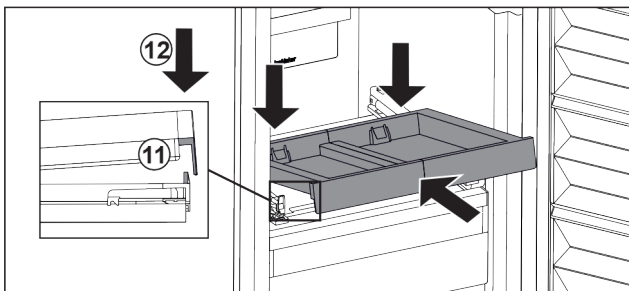

Fig. 103
- ▶ Introducir en posición inclinada. Asegurarse de que a ambos lados, el tope quede detrás de la lengüeta. *Fig. 103 (11)*
- ▶ Depositar el estante extraíble por delante. *Fig. 103 (12)*